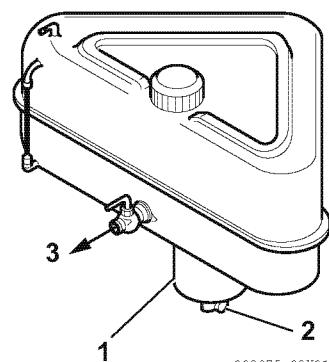

Figure 2
Installare un rubinetto di scarico (**Figure 2, (2)**) nella parte inferiore del serbatoio del combustibile per rimuovere acqua e contaminanti dalla camera di sedimentazione (**Figure 2, (1)**).
L'uscita del combustibile deve essere collocata 20 - 30 mm (0,79 - 1,18") sopra il fondo del serbatoio, in modo tale da erogare al motore solo combustibile pulito (**Figure 2, (3)**).